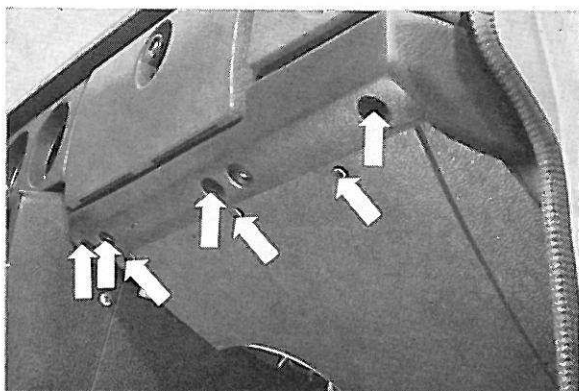

Figure 14. Démontage du panneau et du rembourrage
6. Enlever les vis supérieures de la console (2) et démonter ensuite la console inférieure (6) de la chaufferette et la console au tunnel (7).
7. Déposer le panneau isolant et le rembourrage de sécurité sous la boîte à gants, ainsi que la porte de la boîte à gants (figure 14).